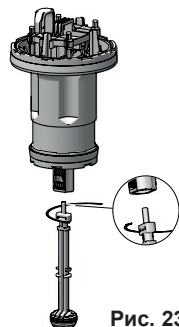

Рис. 23
- Поверните дозирующий поршень на четверть оборота против часовой стрелки для его разблокировки и извлечения из поршневого двигателя. (Рис. 23)